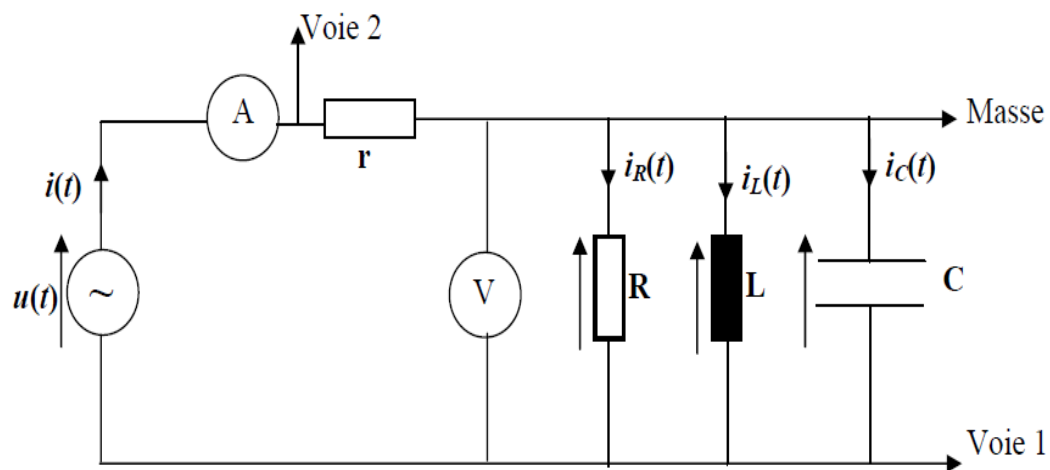

Figure 2 : Association en parallèle des récepteurs R, L et C
- a. Fixer une fréquence $f=10\text{KHz}$ et Réaliser le montage Figure 2.